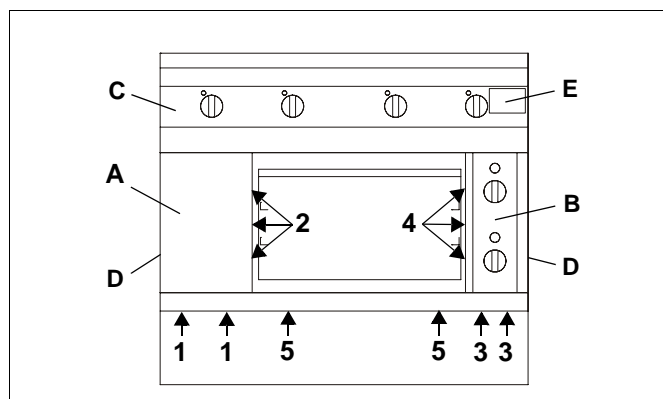
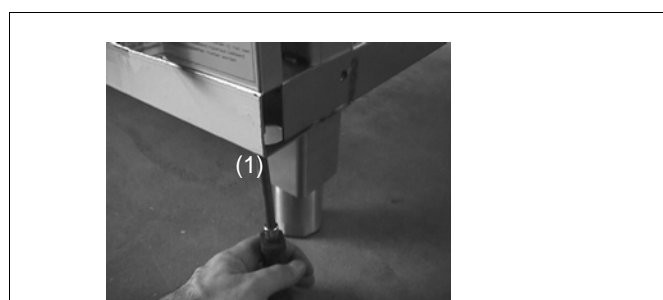

Fig. 5 Vue d'ensemble
Fig.6 Panneau avant
La plaque signalétique (E) figure à l'intérieur et à l'extérieur du panneau de commandes (C), à droite (Seite 36 Fig. 5).
- ⇒ Desserrez les vis (1 et 3 Fig. 5, Fig.6). Si le four est encastré, desserrez
2.2 PANNEAU DE COMMANDE (C)
- ⇒ Desserrez les vis (5 / Fig. 5).